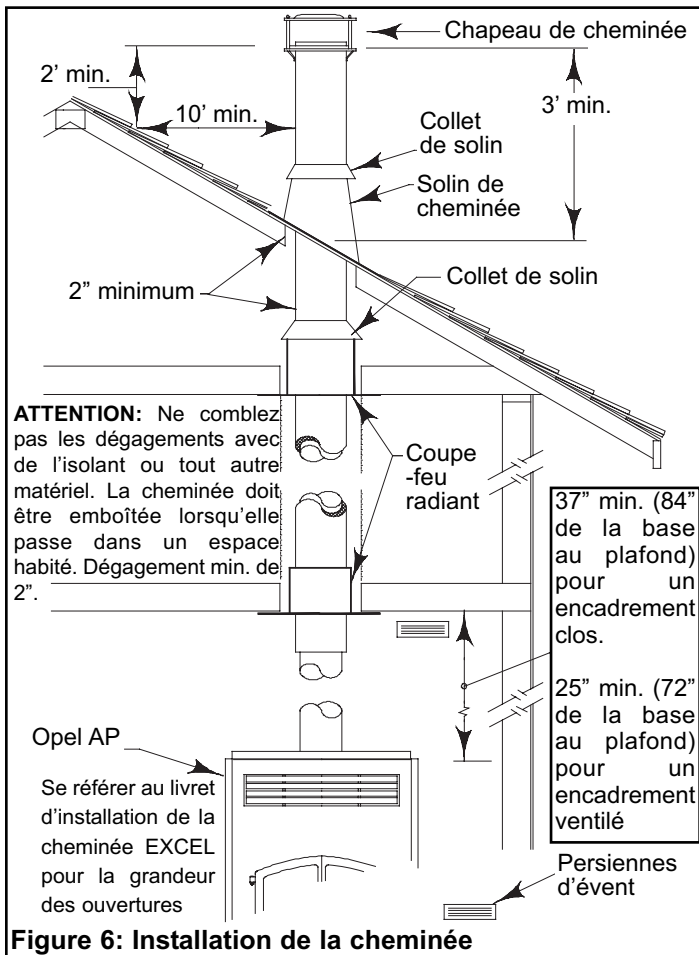

Figure 6: Installation de la cheminée
2. Par le dessous, installez un coupe-feu radiant sur chaque étage par lequel la cheminée passe. Au grenier, installez un coupe-feu radiant et un collet de solin comme indiqué à la Figure 6.